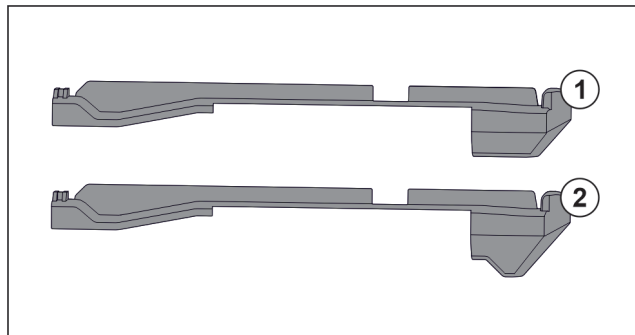

Fig. 84 Vergleich der Aufsteckteile
Im Gerät befinden sich zwei unterschiedliche Aufsteckteile. Das Aufsteckteil über dem untersten Schubfach Fig. 84 (2) hat eine dreieckige Kante. Alle anderen Aufsteckteile Fig. 84 (1) haben eine gerade Kante.
- ▶ Aufsteckteil Fig. 84 (2) mit der dreieckigen Kante über dem untersten Schubfach anbringen.
- ▶ Aufsteckteil Fig. 84 (1) mit der geraden Kante an allen anderen Stellen anbringen.